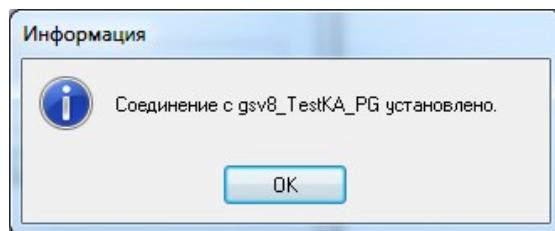

Рисунок 250: Пример сообщения
- 2.4 После того, как соединение будет установлено, на экран будет выдано соответствующее сообщение в информационном окне «**Информация**» (рис. 250).